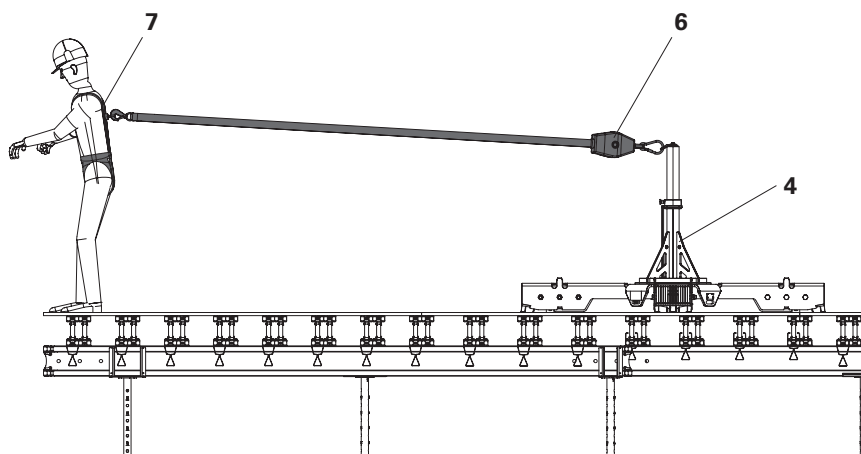

Abb. A2.02
Das System besteht aus SKYANKER UNIVERSAL (4) als mobile Anschlag-einrichtung, einem Höhensicherungsgerät (6) und einem Auffanggurt (7). Das Höhensicherungsgerät ist mit einer selbsttätigen Blockierfunktion und einer automatischen Spann- und Einziehvorrichtung für das Verbindungsmittel ausgestattet. Eine energieabsorbierende Funktion ist integriert und begrenzt einen Sturz auf 6 kN. (Abb. A2.02)